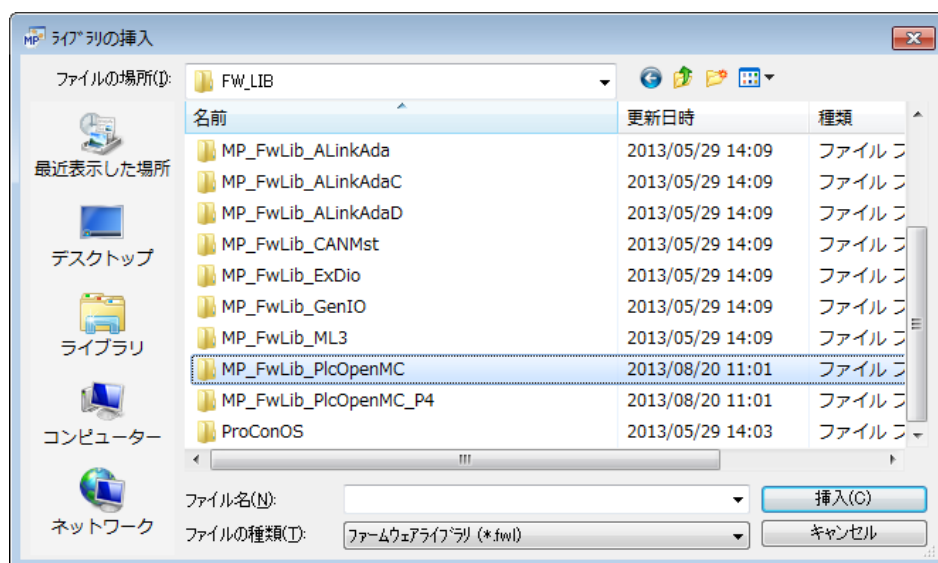

図 3-2-3. 挿入ライブラリディレクトリ選択
- ③ 図 3-2-3 の画面が表示されますので、「MP\_FwLib\_PlcOpenMC」という名前のディレクトリを選択してください。